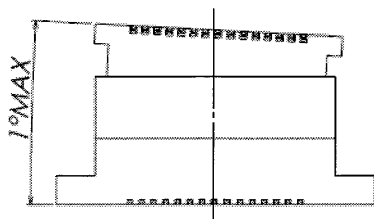
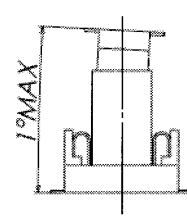

図 3/ Fig.3
図 4/ Fig.4
- ・嵌合時の許容角度は図3～図4になりますので、記載角度以下で使用して下さい。
/Please mate below the angle of the figure 3, 4.